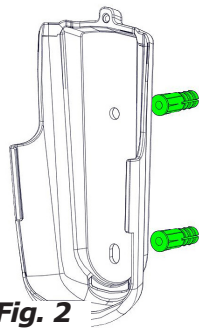

Fig. 2
- Instale el soporte en la pared de modo que los agujeros superior/inferior se alineen con los taquetes (Fig. 2).